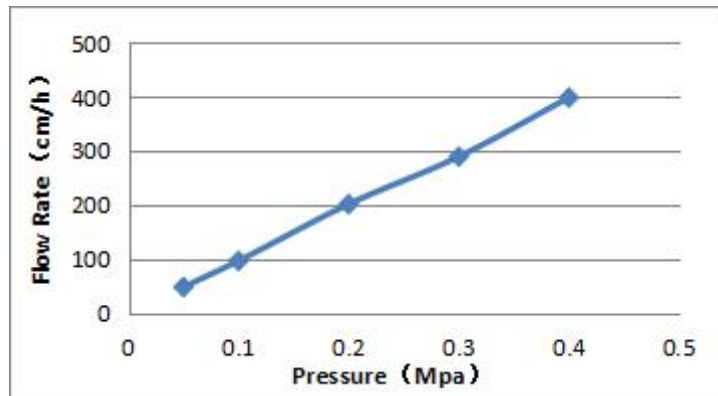

图 1. 介质压力流速曲线 (装柱直径 50 mm, 柱高 150 mm)
离子交换填料广泛用于生物制药和生物工程下游蛋白质、核酸及多肽的分离纯化。而 Smac Q 40 由高刚性小粒径琼脂糖基质和强季铵 (Q) 阴离子组成, 具有高流速、高分辨率优点, 可以很好的提高工业下游工艺的生产效率。压力/流速曲线见图 1。